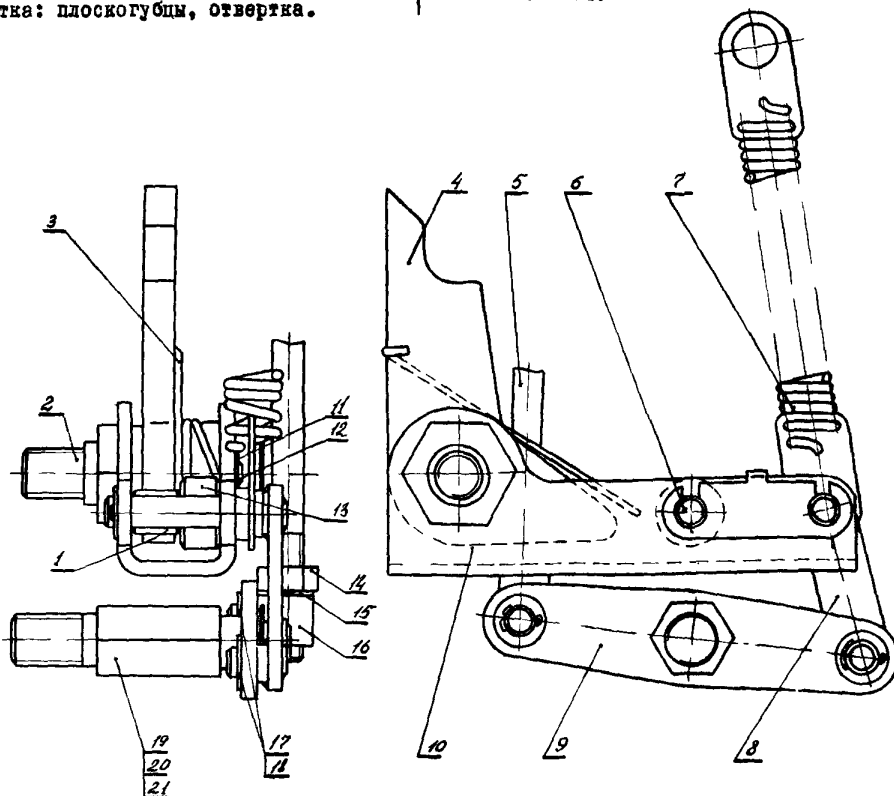

Рис.24. Запорное устройство включения:
18.1. Расшплинтовать и снять с оси 2 запорного устройства включения (рис.24) пружину 15 (рис.25).
18.4. Расшплинтовать и снять с осей 2 и 19 (рис.24) узел устройства включения с рычагом 9, тягой 5 и пружиной 7.
18.6. Осмотреть детали узлов и проверить, нет ли на собачках 4 (см.рис.24) и 14 (см.рис.25) и роликах 13 (см.рис.24), 9 и 10 (см.рис.25) задиров, сколов, вмятин и трещин; на пружинах 3 (см.рис.24), 13 (см.рис.25) трещины; заеданий и загибаний при вращении роликов; перемещения деталей относительно осей.